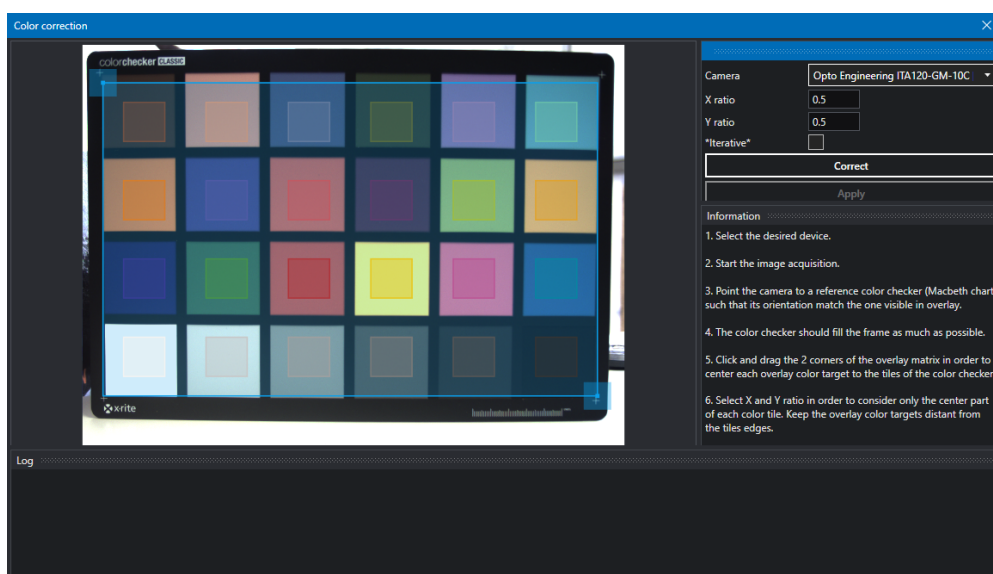

Figure 27: Per ottenere risultati ottimali, assicurarsi di allineare la maschera dei colori del mago alle tessere della tabella dei colori di Macbeth.
5. Il color checker deve riempire il più possibile la cornice (Fig.27).